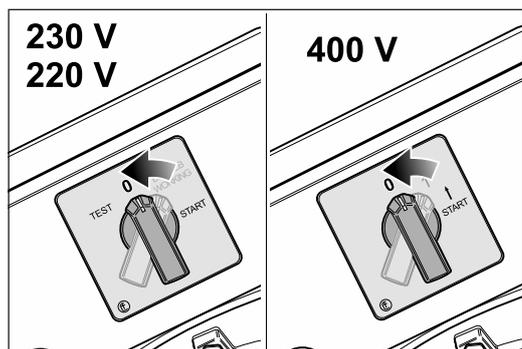

Abb. 26 Zum Ausschalten der Maschine den Schalterknopf auf Position -0- drehen.
- 2 Drehen Sie den Schalterknopf am Motor auf Position -0- (Abb. 26).